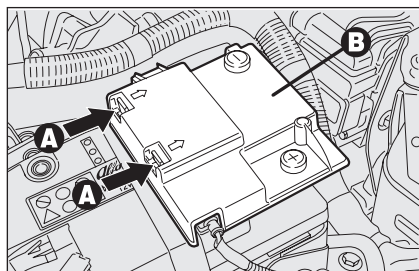

fig. 54
- ☐ agir sur les pinces de retenue **A-fig. 54** et enlever le couvercle de protection **B**;